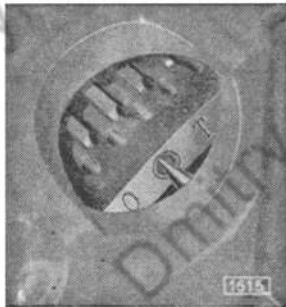

Bild 66. Marke O. T. auf Schwungscheibe.
1. Deckel zum Schauloch am Kupplungsgehäuse abnehmen, Kolben auf oberen Totpunkt im Kompressionshub stellen. Die Nadel am Kupplungsgehäuse muß mit Kugel auf Schwungscheibe übereinstimmen (siehe Bild 66).